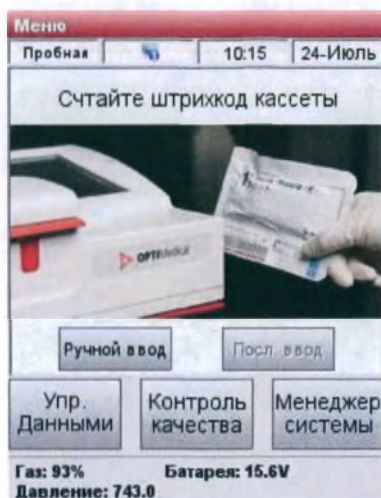

Рис.2-14 Сканер штрих-кода
- Через экран <Готов> отсканируйте нижний штрих-код на упаковке калибровочной кассеты, удерживая его на расстоянии 2–5 дюймов (5–8 см) от сканера штрих-кода, расположенного в нижнем правом углу анализатора. (Рис.2-14).